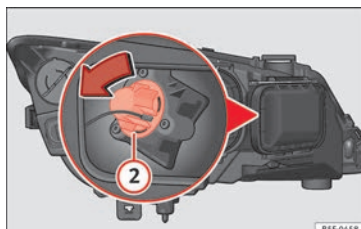

Abb. 107 Glühlampe für Blinklicht
- Drehen Sie den Lampenträger » **Abb. 107 ②** nach links und ziehen Sie.